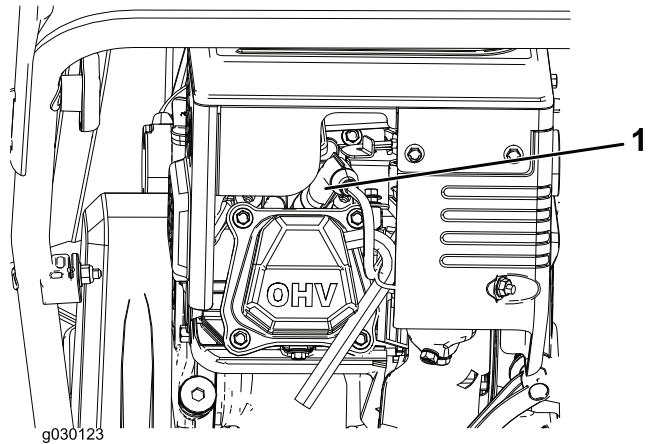

Figura22
1. Scoateți carcasa (Figura22).